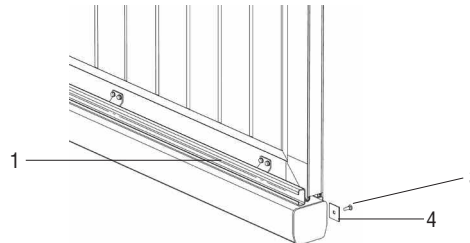

Рисунок 2
2. Заверните в С-профиль (1) болт с полукруглой головкой (3) и закладной пластиной (4) (см. рисунок 2).
3. Не вынимая ключ, потяните рычаг расцепителя на себя (рис. 2).